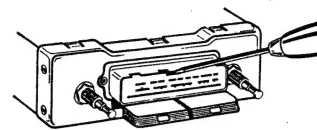

Fig. 43
3. Skala herausnehmen, Fig. 43.
2. Skala herausnehmen, Fig. 43.
3. Remove dial, Fig. 43.
2. Remove dial, see Fig. 43.